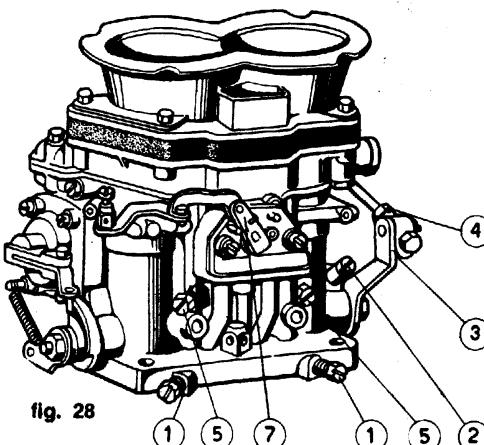

fig. 28
- 4 - Svitare la vite registro farfalle (2, fig. 28), riavvitarla fino a leggero contatto con la leva ed avvitare ancora di un giro.
- 5 - Allentare il controdado della vite registro aria (5, fig. 28) ed avvitare a fondo, senza forzare, lasciando poi lento il controdado.
- 6 - Avvitare a fondo la vite miscela minimo (1, fig. 28), senza forzare, quindi svitare di un giro e mezzo.
- 4 - Desserer la vis de réglage papillons (2, fig. 28), la revisser jusqu'à ce qu'il ait un léger contact avec le levier et donner un autre tour de vis.
- 5 - Desserer le contre-écrou de la vis de réglage air (5, fig. 28) et visser à fond, sans forcer, en laissant le contre-écrou un peu lâche.
- 6 - Visser à fond la vis mélange ralenti (1, fig. 28), sans forcer; la dévisser ensuite d'un tour et demi.
- 4 - Unscrew throttle adjusting screw (2, fig. 28), screw it again till it comes slightly into contact with lever and screw it one turn more.
- 5 - Slacken the counter nut of air adjusting screw (5, fig. 28) and screw throughly, leaving unfastened the counternut.
- 6 - Screw throughly idle fuel mixture screw (1, fig. 28) without tightening, then unscrew 1 1/2 turn.
a - Se i valori di depressione nei due condotti di un carburatore sono uguali, bloccare i controdadi della vite (5, fig. 28); in caso contrario svitare la vite di regolazione dell'aria di compensazione (5) corrispondente al cilindro il cui valore di depressione risulta più basso, fino a raggiungere lo stesso valore del cilindro corrispondente all'altro condotto del medesimo carburatore. Bloccare poi i controdadi.
b - Equilibrare la depressione fra i tre carburatori agendo sulla vite (2, fig. 28).
c - Agire sulle viti registro miscela minimo 1, fig. 28) fino ad ottenere, cilindro per cilindro, la dosatura ottimale del titolo di miscela. Nell'eventualità che, effettuate le operazioni (b, c), venisse alterata l'equilibratura fra i carburatori, è necessario ripetere le operazioni (a, b).
a - Si les valeurs de dépression dans les deux conduits d'un carburateur sont égales, bloquer les contre-écrous de la vis (5, fig. 28); dans le cas contraire, desserrer la vis de réglage de l'air de compensation (5) correspondant au cylindre dont la valeur de dépression est la plus basse, jusqu'à atteindre la même valeur que celle du cylindre correspondant à l'autre conduit du même carburateur. Bloquer les contre-écrous.
b - Equilibrer la dépression entre les trois carburateurs en agissant sur la vis (2, fig. 28) (Le Synchro - Test doit donner la même chose sur chaque carburateur) de façon à ce que le régime du moteur soit environ 800 tours/.
c - Agir sur les vis de réglage mélange ralenti (1, fig. 28) jusqu'à obtenir, cylindre par cylindre, le dosage optimal du titre du mélange.
a - If the vacuum values in the two ducts of a carburetor are equal lock the counter nuts of screw (5, fig. 28); otherwise slacken air adjustment screw (5) corresponding to the cylinder where vacuum values is lower up to reachment same value of the other cylinder. Then lock the counter nuts.
b - Adjust equally vacuum among the three carburetors by acting on screw (2, fig. 28); the sincro-test should report the same value with engine running at 800 r.p.m.
c - Operate on idle mixture adjusting screws (1, fig. 28) until the optimum mixture strength has been obtained for each cylinder.
a - Se le depressioni nei due condotti di un carburatore sono uguali, bloccare i controdadi della vite (5, fig. 28); in caso contrario svitare la vite (5) di regolazione dell'aria di compensazione corrispondente al cilindro il cui valore di depressione risulta più alto, fino a raggiungere lo stesso valore del cilindro corrispondente all'altro condotto del medesimo carburatore. Bloccare poi i controdadi.
a - Si les valeurs de dépression dans les deux conduits d'un carburateur sont égales, bloquer les contre-écrous de la vis (5, fig. 28); dans le cas contraire, desserrer la vis de réglage de l'air de compensation (5) correspondant au cylindre dont la valeur de dépression est la plus élevée, jusqu'à atteindre la même valeur que celle du cylindre correspondant à l'autre conduit du même carburateur. Bloquer les contre-écrous.
a - If vacuum in the two ducts of a carburetor are equally, lock the counter nut of screw (5, fig. 28); otherwise unscrew the air adjusting screw (5) corresponding to the cylinder where the vacuum value is higher, in order to reach the same value of the cylinder corresponding to the other duct of the same carburetor. Lock the counter nuts.
b - Operando con una sola serie di vuotometri, equilibrare la depressione fra i tre carburatori agendo sulla vite (2, fig. 28) (i tre vuotometri devono indicare lo stesso valore) in modo che il regime del motore sia di circa 800 g'.
c - Agire sulle viti registro miscela minimo (1, fig. 28) fino ad ottenere, cilindro per cilindro, l'ottima dosatura del titolo della miscela. Nell'eventualità che, effettuate le operazioni (b, c), venisse alterato l'equilibrio dei vuotometri, è necessario ripetere le operazioni (a, b).
b - En n'opérant qu'avec une seule série de vacuomètres, équilibrer la dépression entre les trois carburateurs en agissant sur la vis (2, fig. 28) (les trois vacuomètre doivent donner la même valeur) de façon à ce que le régime du moteur soit environ 800 tours/'.